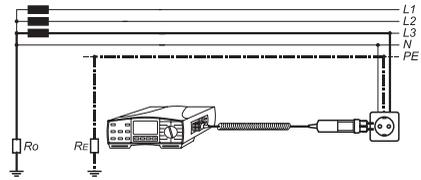

Bild 63: Anschluss der Messleitungen mit COMMANDER 1
- ▶ Die Messleitungen mit dem Prüfling gemäß Bild 63 oder 64 verbinden. Falls gewünscht kann mit der Taste 'HILFE' diese Anschlussinformation direkt am Messgerät abgerufen werden, mehrfaches Drücken der Taste 'HILFE' zeigt verschiedene Anschlussmöglichkeiten an.